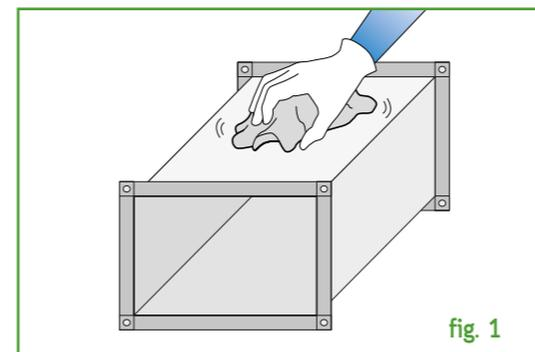
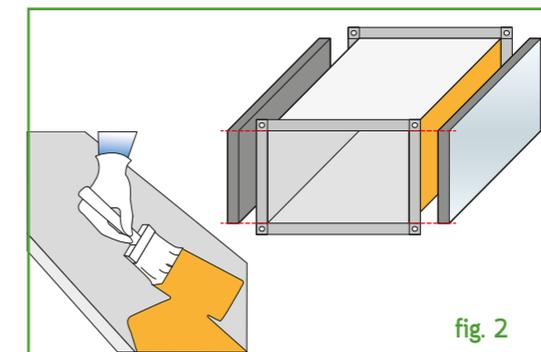

fig. 1
fig. 2
Misurare le dimensioni di una faccia del tratto di canale (fig. 1) e ritagliare corrispondentemente il materiale isolante **TROCELLEN** ricavandone due porzioni uguali. (fig. 2).
Per la misura e il taglio del materiale procedere come per il materiale adesivo (vedi paragrafo 4.2). Pulire tutte le superfici esterne del canale passandole se possibile alla fiamma per rimuovere tracce di grasso, olio, polvere e altra sporcizia (fig. 1). Assicurarsi che siano asciutte prima di applicare il materiale.
Mescolare la colla MATIBLOCK e stenderne uno strato sottile sulla superficie in metallo e sulle prime due porzioni di materiale isolante (fig. 2). Una volta asciutto l'adesivo, (vedi corretto utilizzo della colla MATIBLOCK) allineare il materiale isolante Trocellen e premere saldamente e uniformemente per un buon incollaggio. Proseguire allo stesso modo sulle altre due superfici (fig. 3) spalmando la colla anche sui bordi del materiale già posato e lasciando asciugare prima di unire le lastre premendo saldamente in posizione.
- Misurare la circonferenza del canale con una striscia di Trocellen dello spessore definito, avvolgendola attorno ad esso senza tensionarla e marcandola con un pennarello dove i due bordi si sovrappongono (**fig. 1**)
- Riportare le due misure sul materiale isolante, tracciare lo sviluppo del rivestimento e ritagliare la porzione così individuata. (**fig. 2**)